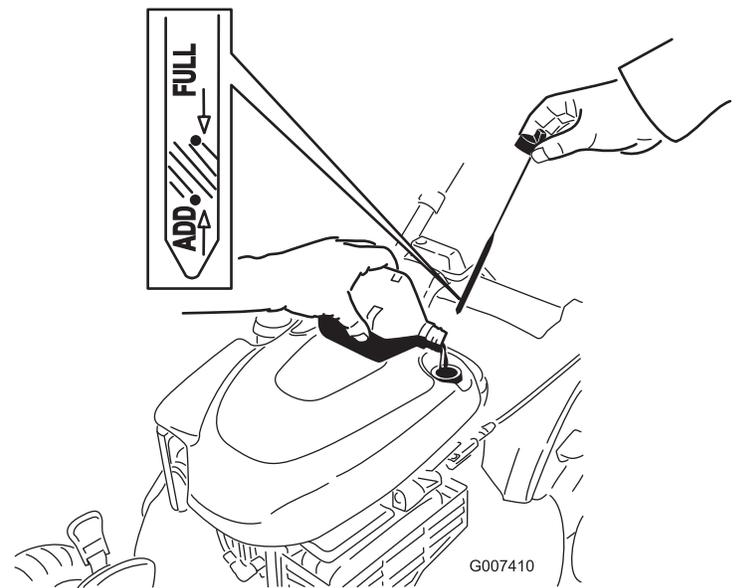

Figure 17
2. Retirez la jauge (Figure 17).
5. Sortez de nouveau la jauge et contrôlez le niveau d'huile ; voir Figure 17.